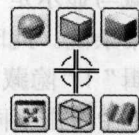

图 1-11 视图显示按钮
- ✱ 在工作区中按住鼠标右键 1~2 秒,会弹出 6 个视图显示按钮(如图 1-11 所示),单击其中的按钮即可转换至相应的视图模式。